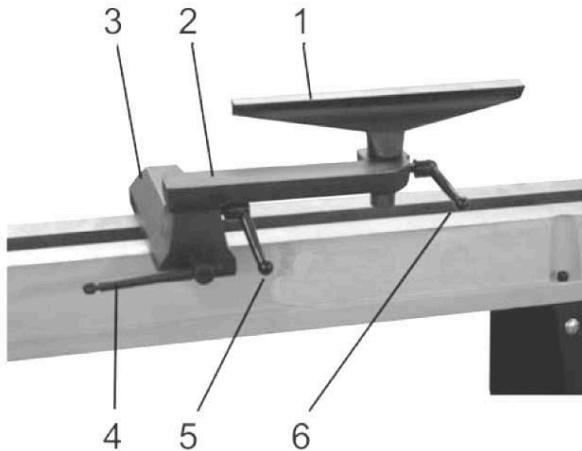

Рис. 14
Резцедержатель (Рис. 14)
Рис. 14а
- Резцедержатель 1 (Рис. 14) можно использовать с вращающимся кронштейном 2 (Рис. 14) или без него.
- Для перемещения опоры резцедержателя (3) ослабьте ручку фиксации опоры резцедержателя 4 (Рис. 14) и переместите опору резцедержателя вправо или влево, назад или вперед. Затяните ручку фиксации опоры резцедержателя 4 (Рис. 14) после того, как резцедержатель установлен в нужное положение.
- При использовании вращающегося кронштейна 2 (Рис. 14) необходимые регулировки выполняются с помощью фиксирующих ручек 5 (Рис. 14) и 6 (Рис. 14) для установки резцедержателя в нужное положение.
- Затяните все ручки фиксации 4-5-6 (Рис. 14) и убедитесь, что существует достаточный зазор между рабочей деталью и узлом резцедержателя перед включением станка.
- Резцодержатель можно также перемещать на удлинитель станины для использования поворотов передней бабки (только для станка 5520) (Рис.14а).